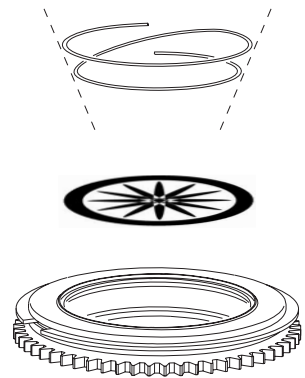

Bild 11: Gobofassung
Die Gobos werden mit einer Haltefeder im Gobohalter fixiert (siehe Bild 11). Die Haltefeder kann für Gobos bis 3 mm Dicke verwendet werden. Dickere Gobos müssen mit unter UV-Licht aushärtendem und UV-beständigem Klebstoff (z.B. Loctite 330 Multibond mit Aktivator) in den Halter eingeklebt werden.
4. Legen Sie das neue Gobo in den Halter. Die dem Leuchtmittel zugewandte Seite muss oben, zur Haltefeder weisend, liegen (siehe Bild 11).
5. **Montieren Sie die Haltefeder mit der engen Windung zum Gobo zeigend (Bild 11).** Drücken Sie zur Identifikation der engen Windung die Haltefeder flach zusammen: die enge Windung liegt innen. Drücken Sie das Ende der Haltefeder unter die Lippe des Gobohalters.